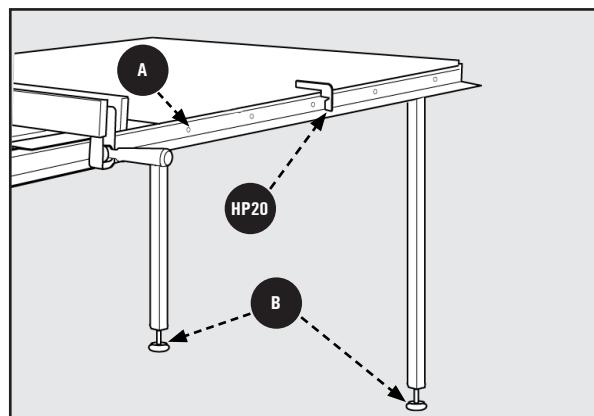

Figure 13
8. Percez des trous de 1/4 de pouce à travers les trous de rail **A** dans la table en bois sur les rails avant et arrière. Voir la Figure 13.